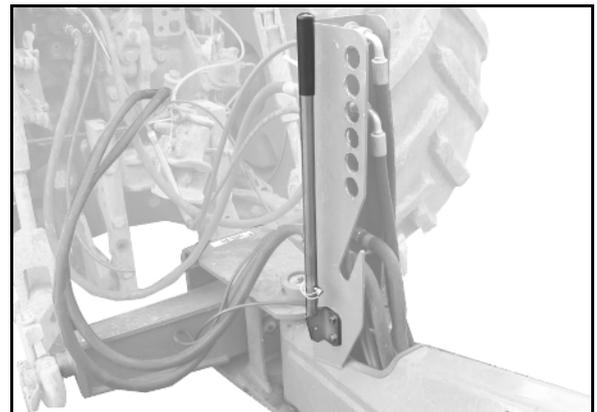

Fig. 47
1. Retirar la palanca de mano de la posición de estacionamiento (Fig. 47).